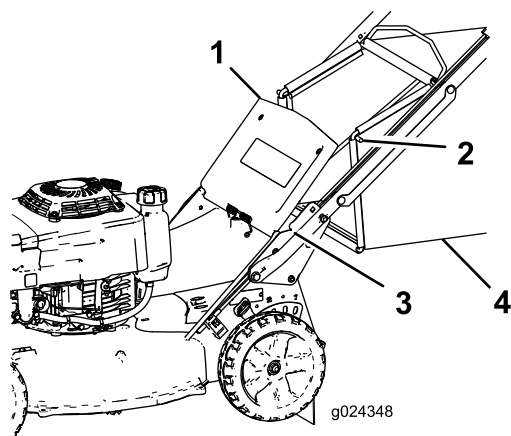

Figura 16
2. Levante y sujete la puerta trasera (Figura 16).
4. Inserte los extremos de la varilla de la bolsa en las muescas de la base del manillar, y mueva la bolsa hacia adelante y hacia atrás para verificar que los extremos de la varilla están asentados en el fondo de cada muesca (Figura 16).
3. Retire la varilla de la bolsa de recogida de las muescas de la base del manillar (Figura 16).